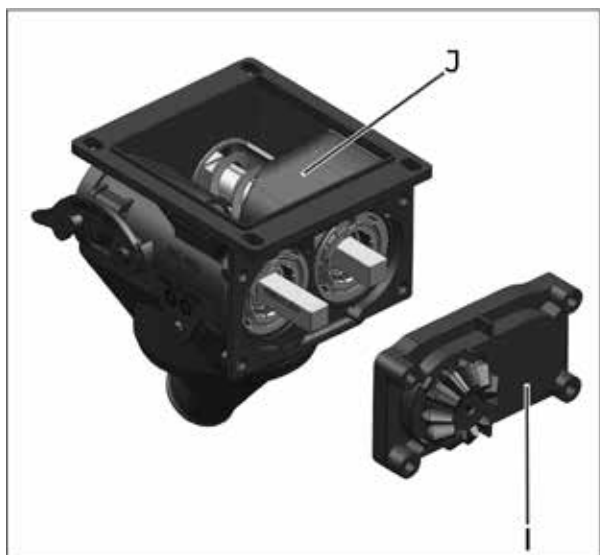
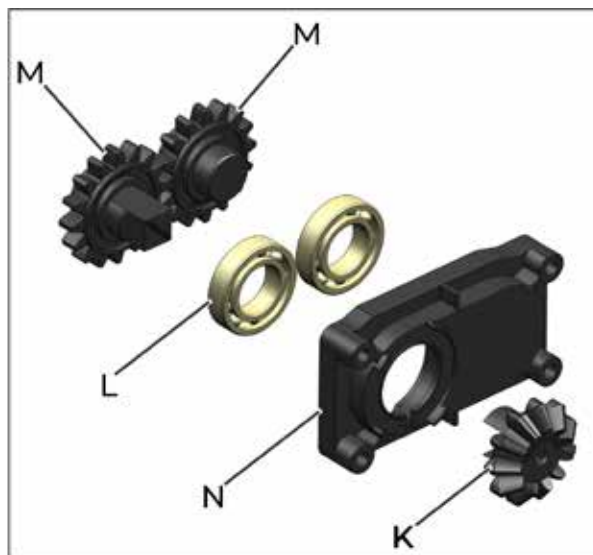

fig. 58
fig. 59
Para realizar a limpeza, manutenção ou substituição dos rolamentos e componentes do mancal central (I) (fig. 58), retire-o do dosador (J) (fig. 58). Remova o pinhão motriz (K) (fig.59), rolamentos (L) (fig. 59), e engrenagens (M) da tampa do mancal (N) (fig.59).